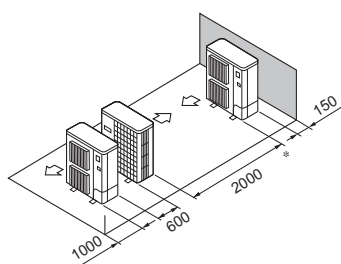

Fig. 2-12
- ⑤ Disposição de uma unidade em paralelo (Fig. 2-12)